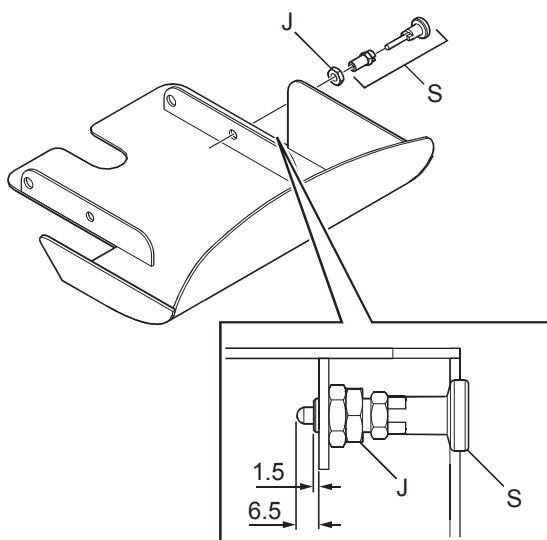

Fig. 12: Installering av indekseringspinnen.
5. Installer indekseringspinnen på dekselet (se Fig. 12).
4. Installer indekseringspinnen på dekselet (se Fig. 12).